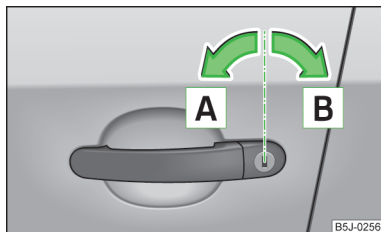

Fig. 14
- Tournez la clé dans le cylindre de fermeture de la portière conducteur dans le sens de la marche (position de déverrouillage) **A** » fig. 14.
- Tournez la clé dans le cylindre de fermeture de la portière conducteur dans le sens inverse de la marche (position de verrouillage) **B** » fig. 14 à la page 34.